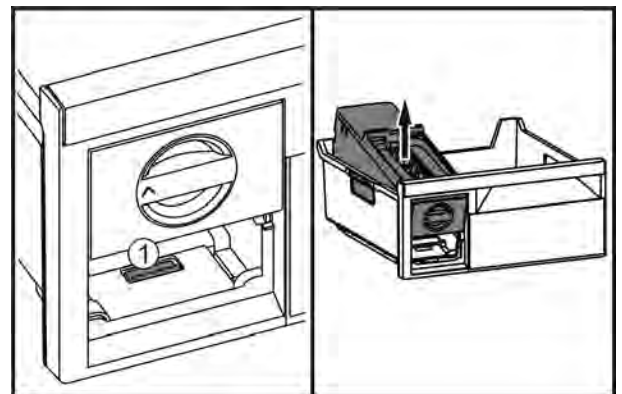

Fig. 67
- ▶ Нажать на накладку *Fig. 67 (1)*, EasyTwist-Ice поднять сзади и вынуть из выдвижного ящика морозильника.